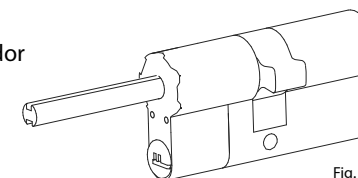

Fig. 5
- < 43 mm = no se necesita adaptador (Fig. 5)